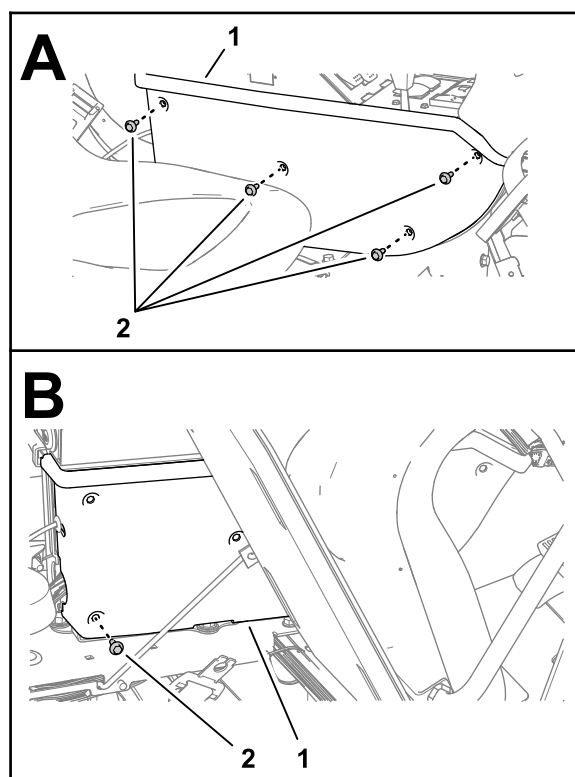

Рисунок 174
2. Отверните 4 колпачковых винта с фланцевыми головками ( $\frac{1}{4} \times \frac{3}{4}$  дюйма), которые крепят боковую панель средней консоли, как показано на Рисунок 174.
3. Наклоните пассажирское сиденье вперед и отверните нижний задний колпачковый винт с фланцевой головкой (Рисунок 174).